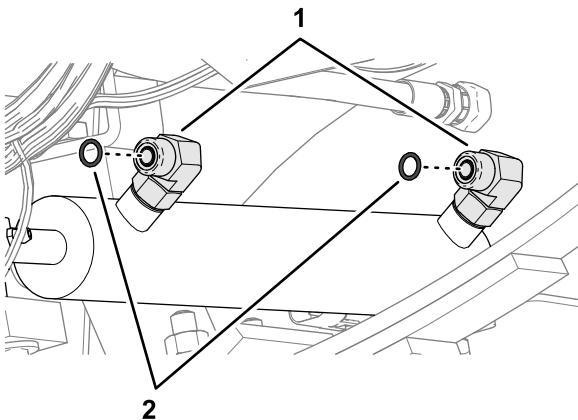

Figura 120
3. Remova os 2 anéis de retenção O-ring das faces das uniões de 90° nas portas de extensão e retração do cilindro de direção (Figura 120).
4. Instale 2 anéis de retenção O-ring 9,2/1,8 mm novos nas ranhuras das uniões 90° (Figura 120).